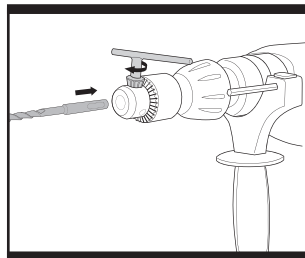

Fig. 5
4. UTILISATION DU MANDRIN A CLE (Fig. 5)